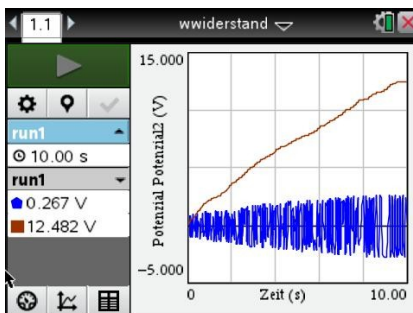
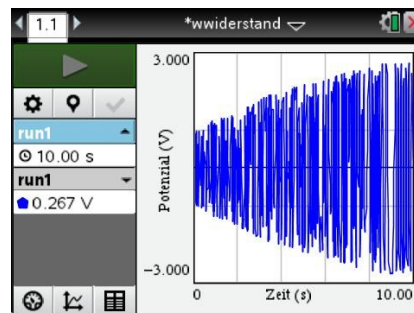

Bild 16.1
Bild 16.2
Man erhält eine Darstellung wie in Bild 16.1.
1. Bild 16.1 zeigt den Verlauf der Spannung am (optionalen) Gleichspannungsnetzteil und der Teilspannung an der Induktivität; bei Bild 16.2 ist nur die Teilspannung an der Induktivität abgebildet. Gut zu erkennen ist die Hochpasseigenschaft.